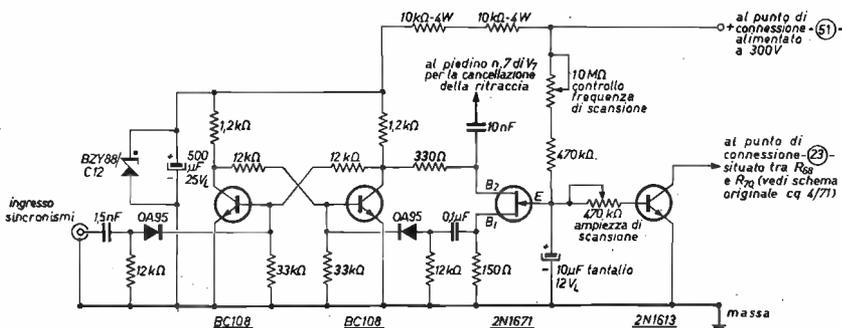

figura 1
Lo schema elettrico del circuito è riportato in figura 1 e vorrei rassicurarvi fin da ora che la sua realizzazione è semplice e la sua introduzione nell'oscilloscopio è estremamente facile e non pregiudica nel modo più assoluto il circuito originale dello strumento. Ciò significa che, dopo la modifica, l'oscilloscopio può essere riportato all'originale quando si vuole e in brevissimo tempo, manualmente o mediante un commutatore secondo i punti di vista e le esigenze di ciascuno. Il nuovo circuito oscillatore e pilota si compone di soli quattro transistor e quattro soli sono anche i punti necessari di congiunzione con il circuito originale dell'oscilloscopio. I punti di congiunzione elettrici infatti sono determinati da una connessione sul punto (51) per prelevare la tensione di alimentazione, da una connessione sul punto (23) per il pilotaggio dello stadio finale orizzontale  $V_6$ , da una connessione sul piedino 7 della valvola  $V_7$  (ECC82) per la cancellazione della ritraccia e da una connessione a massa per il ritorno comune delle correnti del circuito (N.B. tutti i punti di connessione sopra indicati si riferiscono allo schema originale dell'oscilloscopio, vedi cq 4/71, pagina 384).